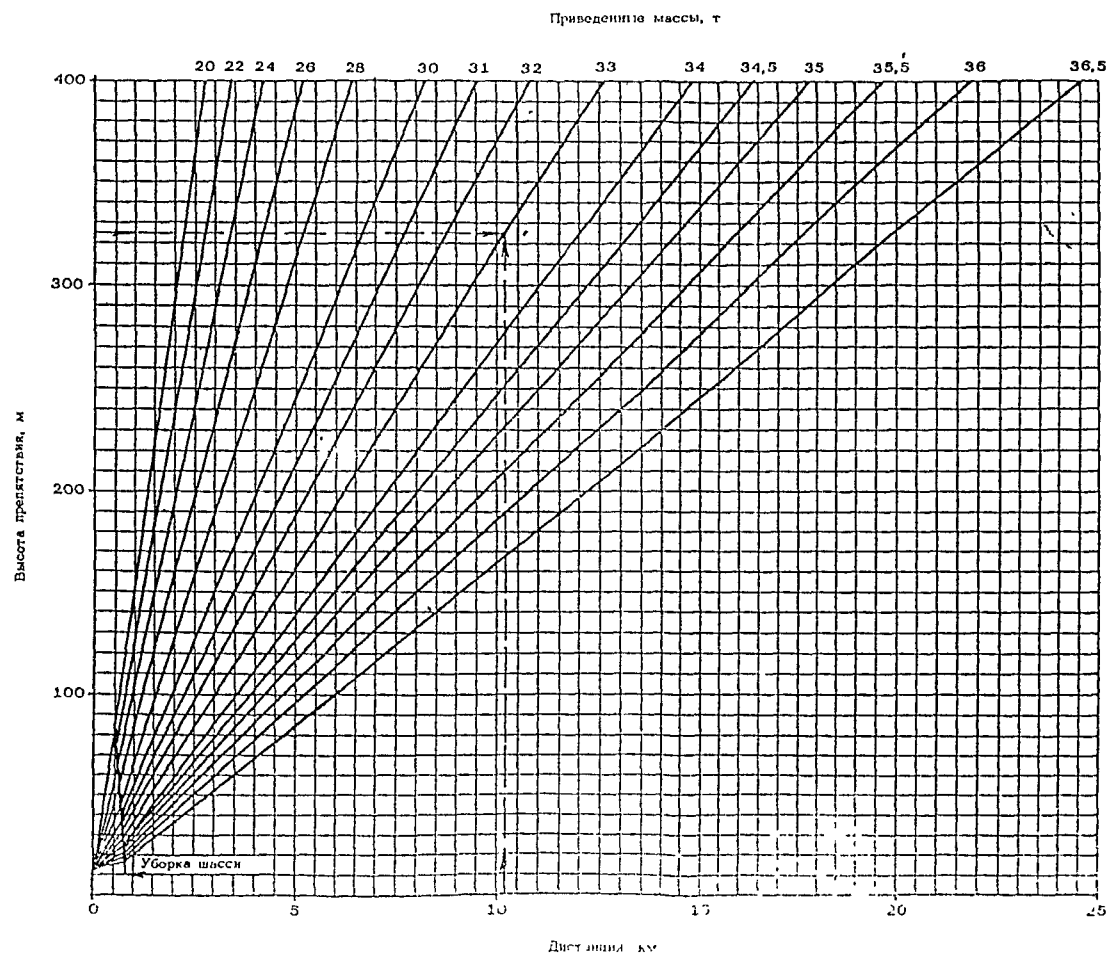

РИС. 18. ЧИСТАЯ ТРАЕКТОРИЯ НАБОРА ВЫСОТЫ
2. На рис. 18 линиями со стрелками показано, что при сохранении второй взлетной конфигурации до высоты 400 м возможен взлет с приведенной массой 33 т.
Отборы на СКВ по рис. 18